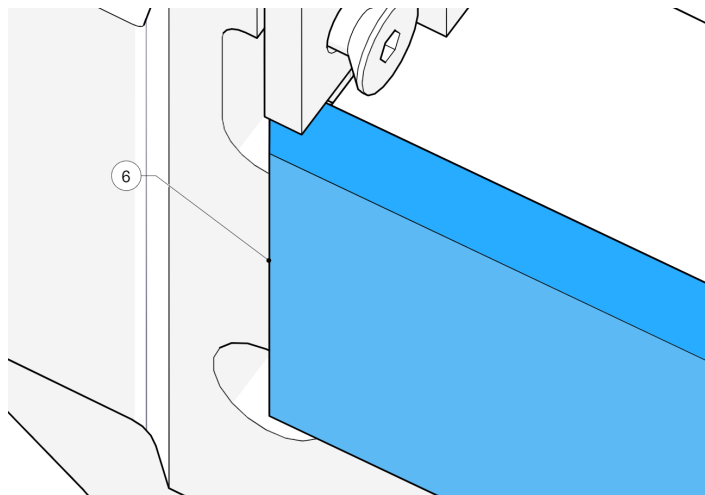

Abbildung 66 - Amboss im vertikalen Sitz
16. Schieben Sie den Amboss in den Sitz unter dem seitlichen Amboss (6, Abbildung 66).